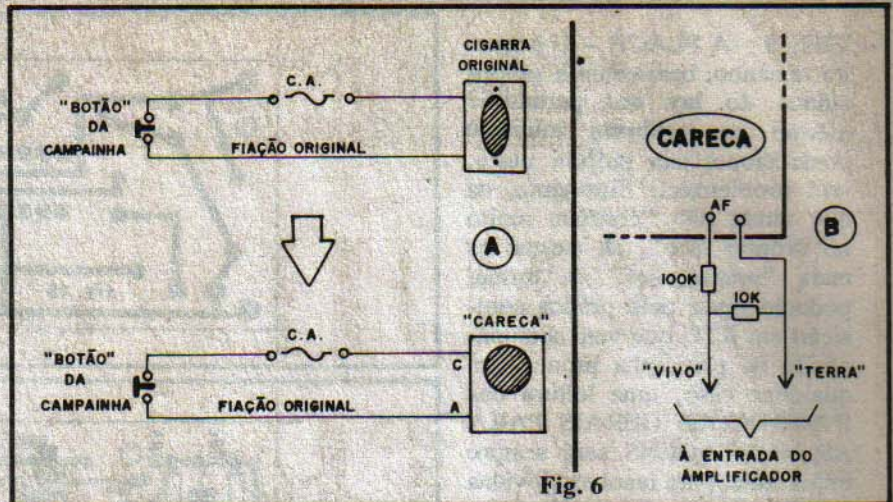

Fig. 6
- **FIG. 6 - DETALHES E CONSIDERAÇÕES** - No módulo "A" da fig. 6 temos a "explicação" diagramada da substituição de uma velha campainha ("cigarra") residencial, comum, pela CARECA. Observar que